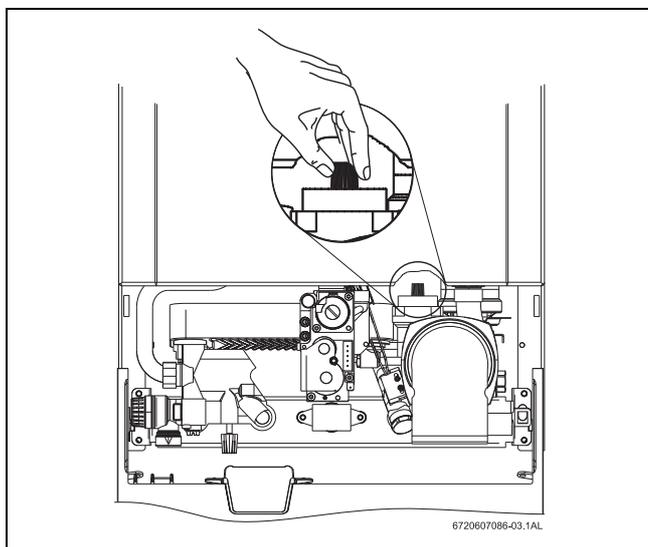

Fig. 14 Ouvrir la valve de purge
- ▶ Remplir l'installation à l'aide du robinet de remplissage (38).
- ▶ Pour purger l'appareil en utilisant le purgeur automatique, ouvrir le couvercle de la valve de purge (voir Fig. 14 ).